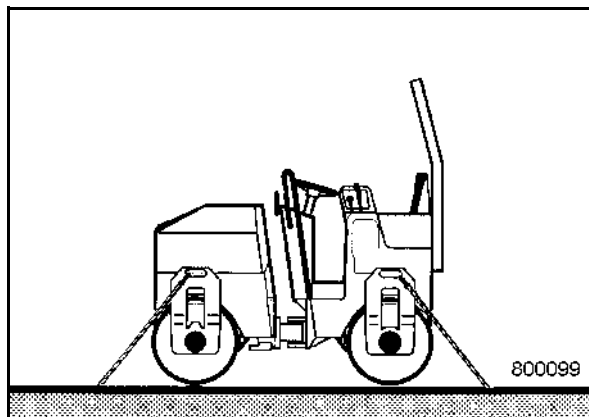

fig. 80
- Arrimer la machine sur le moyen de transport par les points d'arrimage (fig. 80) des châssis avant et arrière.